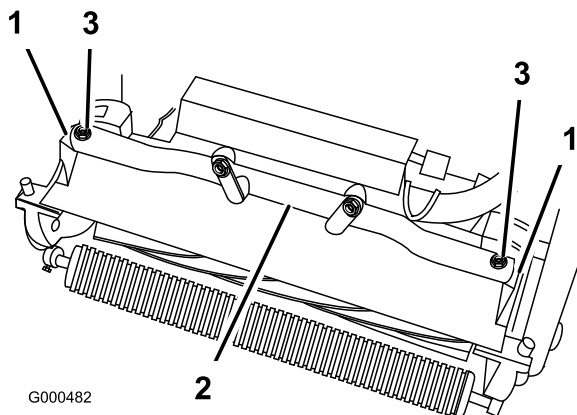

図 14
4. カッティングユニットのピボット・アームを走行ユニットのフレーム・チューブに固定しているボルト（2本）を取り外す（図 14）。
5. ピボット・アームを前に倒し（図 14）、走行ユニットをキック・スタンドに立てかける。